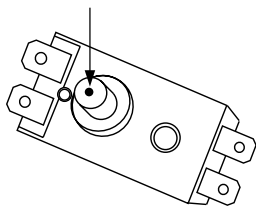

Рис. 9
чтобы течение воды совпадало с направлением стрелки на корпусе клапана. На отверстие сброса давления предохранительного клапана (см. рис.9) оденьте дренажную трубку для отвода воды (возможно появление при нагревании) в канализацию.
- нажать до щелчка кнопку, расположенную по центру термовыключателя рис. 9;
6. Воду можно слить через комбинированный предохранительный клапан (рис.9) (для этого открутите винт ручки слива комбинированного предохранительного клапана и переведите ручку слива в верхнее положение, при это кран выхода горячей воды должен быть открыт, а кран подачи холодной воды в водонагреватель должен быть перекрыт).